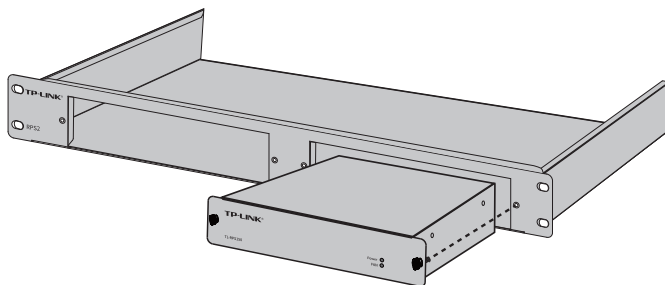

图2-3 TL-RPS150安装示意图
3. 将TL-RPS150插入底盘内，由托架支撑，配件中提供的螺钉固定，如图2-3所示。